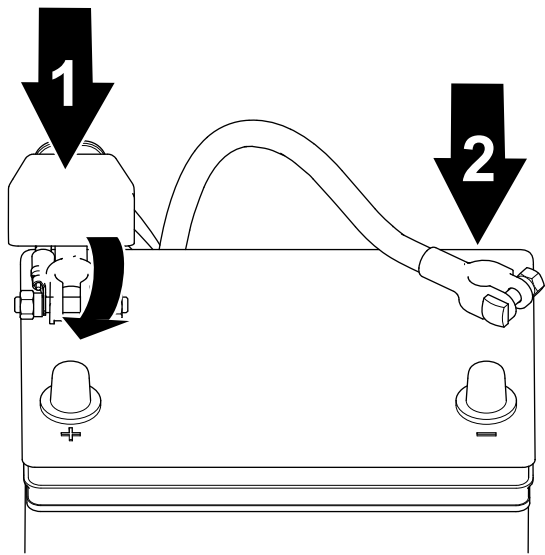

Figura 34
1. Ligue o cabo positivo à bateria e aperte a porca do grampo da bateria (Figura 34).
2. Ligue o cabo negativo à bateria e aperte a porca do grampo da bateria (Figura 34).